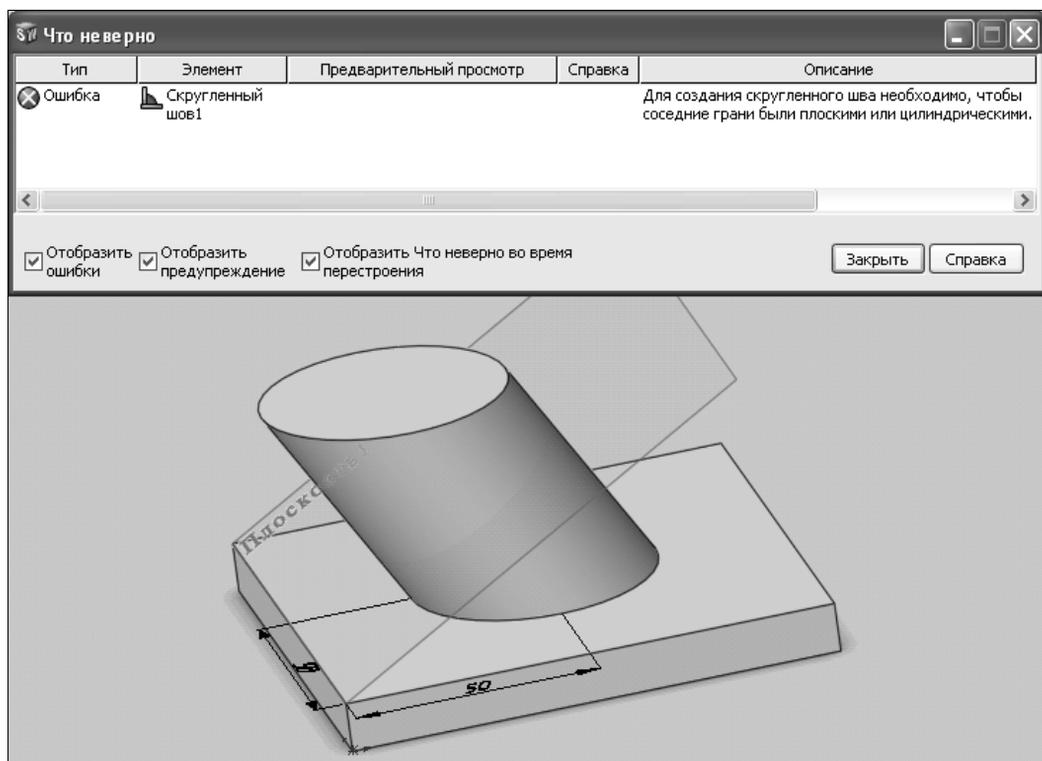

Рис. 5.63
- Теперь нажмите кнопку **ОК**  — и вместо сварного соединения наклонного цилиндра с плоской поверхностью в Дереве Конструирования напротив значка скругленного шва возникает значок ошибки  **Скругленный шов1**. Для того чтобы выяснить, что же случилось, подведите указатель мыши к этому элементу и нажмите правую кнопку мыши. В выпадающем контекстном меню выберите пункт **Что неверно?** Появится окно с ошибкой, показанное на рис. 5.63.